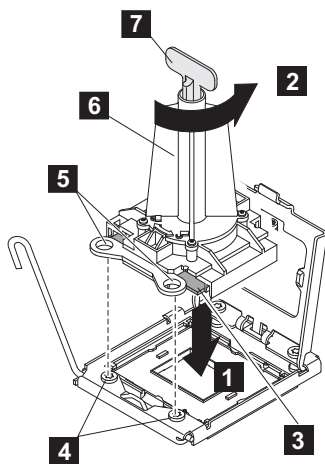

Figura 196. Inserindo o microprocessador no soquete
- h. Alinhe a marca de alinhamento triangular (**4** na Figura 196) na ferramenta de instalação do microprocessador com a marca de alinhamento triangular no microprocessador. Em seguida, coloque o microprocessador na parte de baixo da ferramenta para que a ferramenta possa segurar o microprocessador corretamente na parte inferior da ferramenta de instalação.